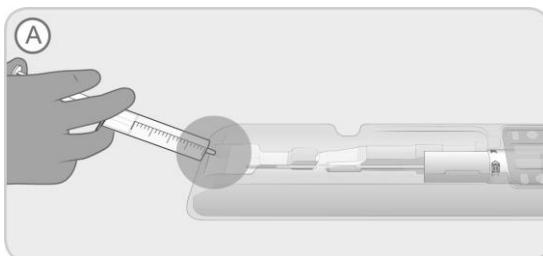

Abbildung 2. Füllen der Schalenmulde mit nicht heparinierter Kochsalzlösung.
- A. Die Schale flach im sterilen Vorbereitungsbereich ablegen und die Mulde am Ende der Schale (auf der Schale mit „A“ bezeichnet) mit steriler, nicht heparinierter Kochsalzlösung (circa 20 cm³) füllen, um das Implantat einzutauchen (siehe Abbildung 2).